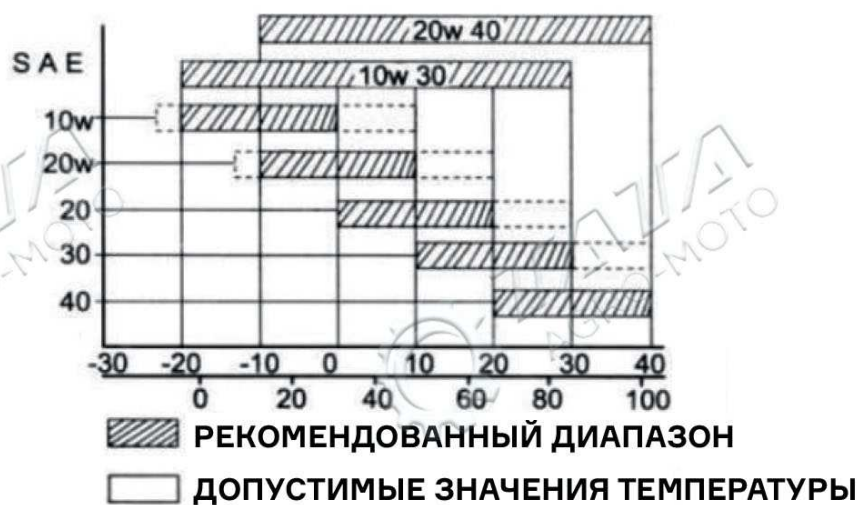

Рис. 9
- Выберите необходимое масло для дизельного двигателя в соответствии с моделью и температурой окружающей среды (Рис. 9. Таблица 3).